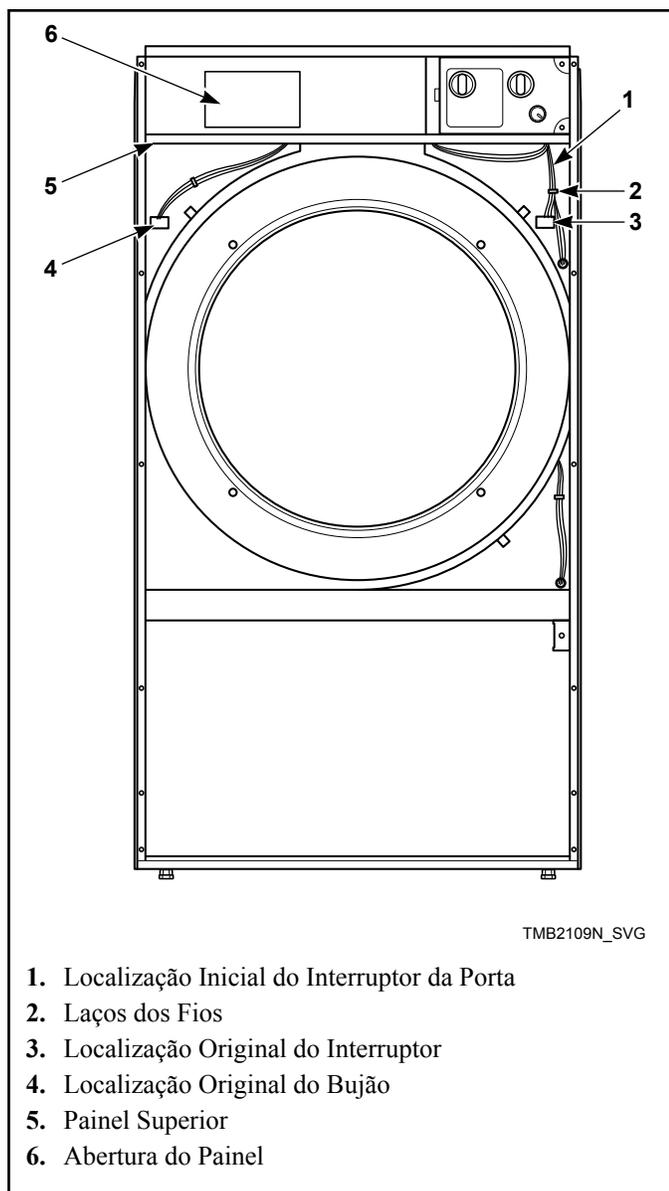

Figura 10
7. Corte os arames para remover o conjunto dos cabos do interruptor da porta. Certifique-se de que não danifica os cabos. Consulte a *Figura 10*.